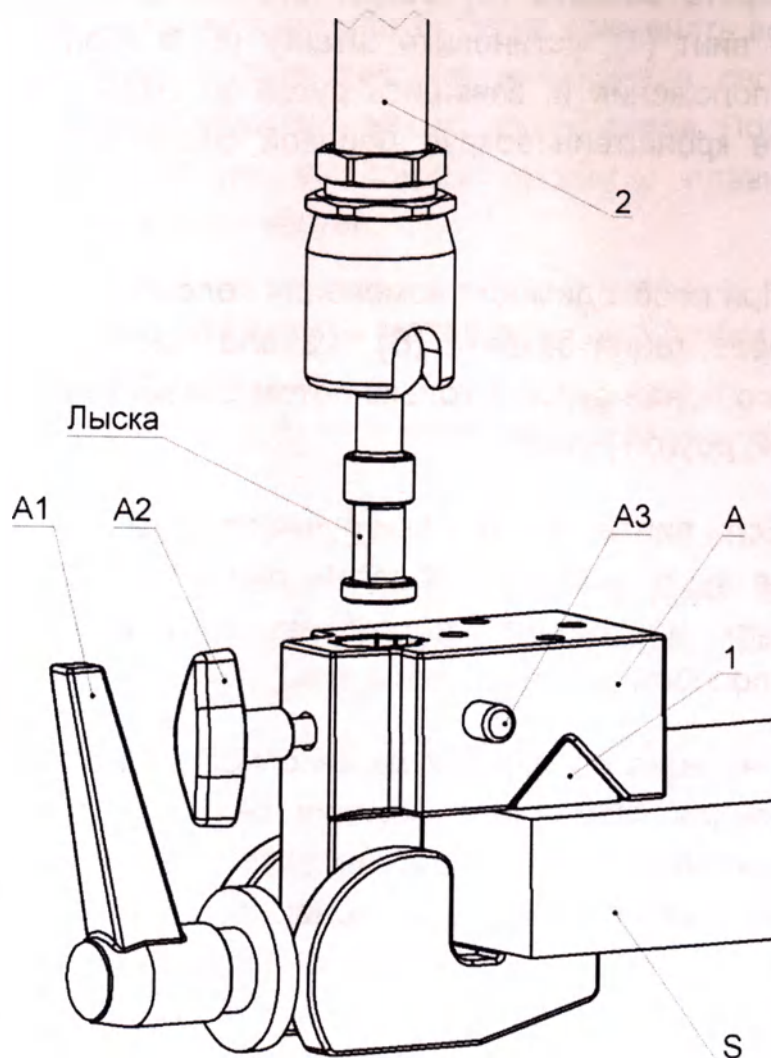

Рис. 8. Установка штанги.
Для установки штанги кронштейна (2) в трубкуну (А) (рис. 8) отверните монтажный винт (А2) на величину, позволяющую установить штангу (2) в установочное отверстие. Нажмите на флажок фиксатора (А3), утопив его в корпус трубкины (А). Вставьте штангу (2) в отверстие трубкины (А), сориентировав установочный палец таким образом, чтобы лыска на его поверхности была обращена в сторону монтажного винта (А2) на трубке. Отпустите флажок фиксатора (А3) и зафиксируйте штангу (2) монтажным винтом (А2). Проверьте надежность крепления вертикальной штанги (2) в трубке (А).